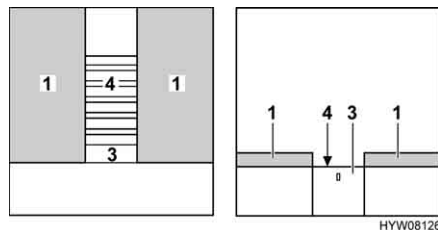

Fig. 87 Pendant la transformation
- Faire ressortir le sommier à lattes complètement (Fig. 87,4). Tirer pour ce faire sur le tiroir (Fig. 87,3).